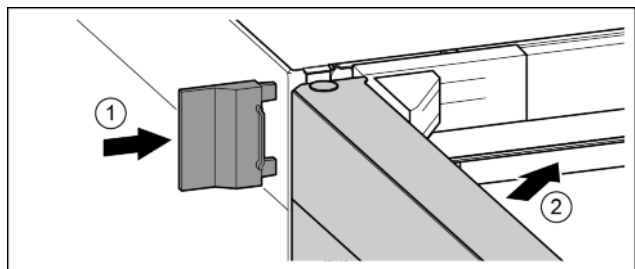

Fig. 20
- ▶ Inserire spingendo la copertura esterna. Fig. 20 (1)
- ▶ Chiudere la porta superiore. Fig. 20 (2)